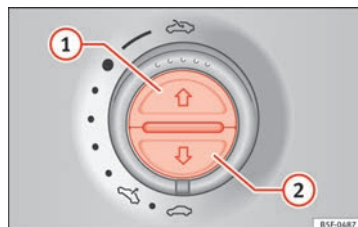

Fig. 64 En el revestimiento interior del techo: teclas de la cortinilla parasol.
Abrir completamente (función automática)	Pulse la tecla ⇒ fig. 64 ① brevemente.
- *Cortinilla parasol*: Durante los 5 segundos siguientes tras dispararse la función antiaprisionamiento, pulse la tecla ⇒ fig. 64 ② hasta que la cortinilla quede completamente cerrada.